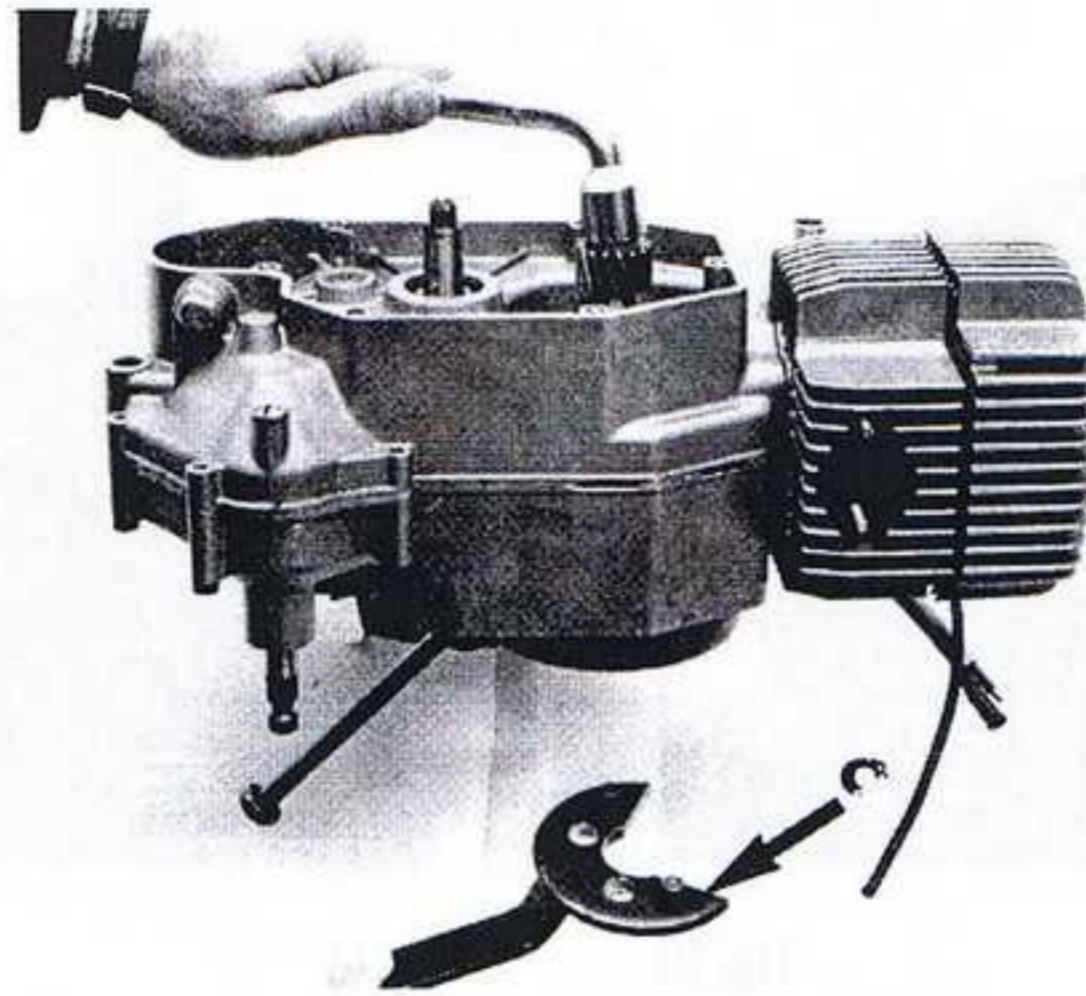

fig.14
- Dévisser l'écrou (17/plats) de fixation du pignon situé sur le vilebrequin en maintenant le rotor à l'aide de l'outil (O) n° 1388 (fig.14).